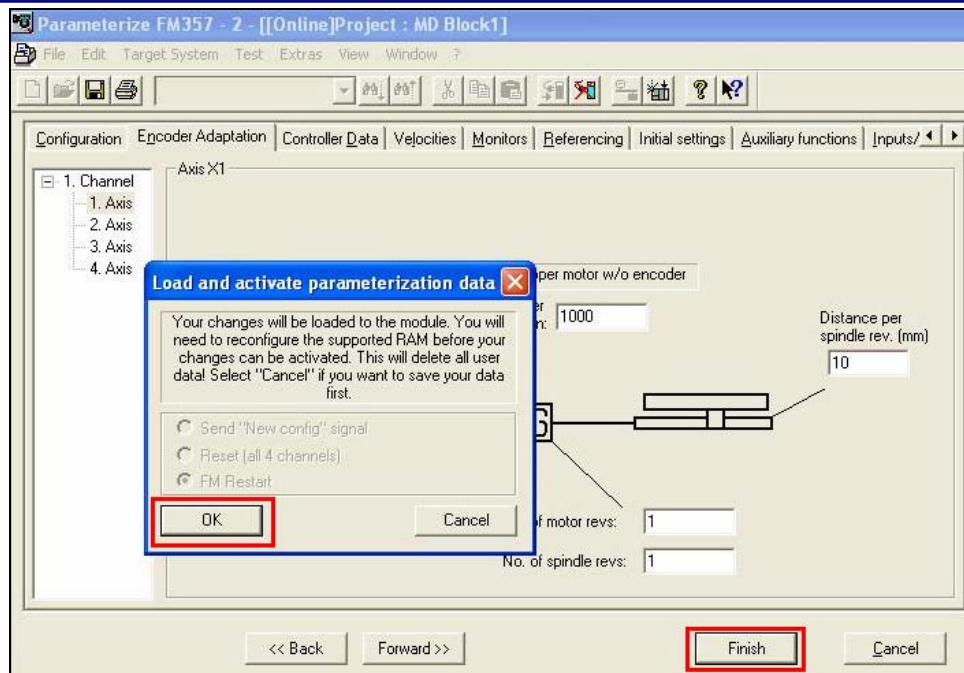

图 11 装载并激活 MD 参数
4) 点击 Finish，装载并激活 MD 参数更新，由于是在线编辑，直接更新 FM357-2 模板中 MD 参数（图 11）。